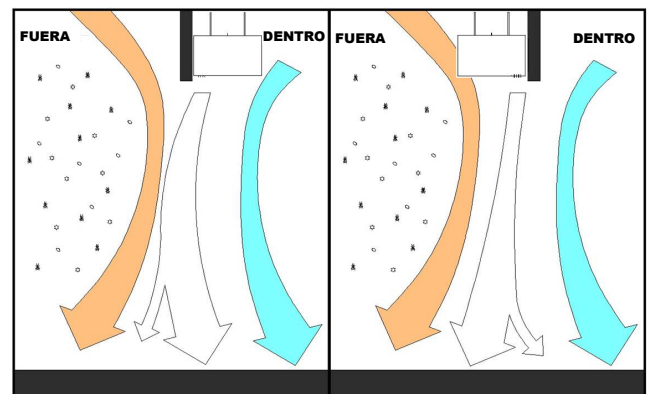

FIG. 4
- Independientemente de si el producto está montado en el interior o exterior de la abertura de la puerta, coloque las paletas direccionales de aire en la boquilla de descarga ligeramente hacia afuera a aproximadamente 10-15° hacia el exterior, o la carga del viento. (FIG. 4).